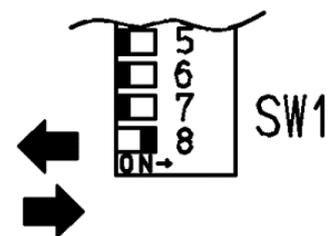

Fig. 6
11. Coloque el interruptor N.8 del bloque SW1 en posición 'OFF' y a continuación de nuevo en posición 'ON' (Fig. 6).